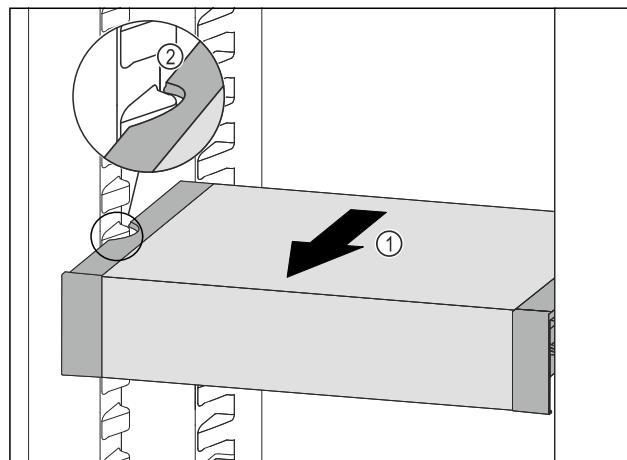

Fig. 88
- Изтеглете VarioSafe напред Fig. 88 (1), докато страничните прорези на VarioSafe се намират на височината на реброто на съда в хладилната част. Fig. 88 (2)